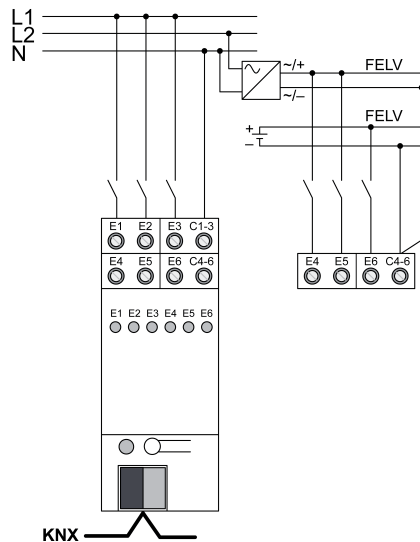

Рисунок 4: Одновременное подключение цепей с питанием от сети и пониженным напряжением
- ❗ При одновременном подключении цепей с питанием от сети для подсоединенных цепей с пониженным напряжением действуют правила монтажа FELV — независимо от защиты источника питания (рисунок 4).